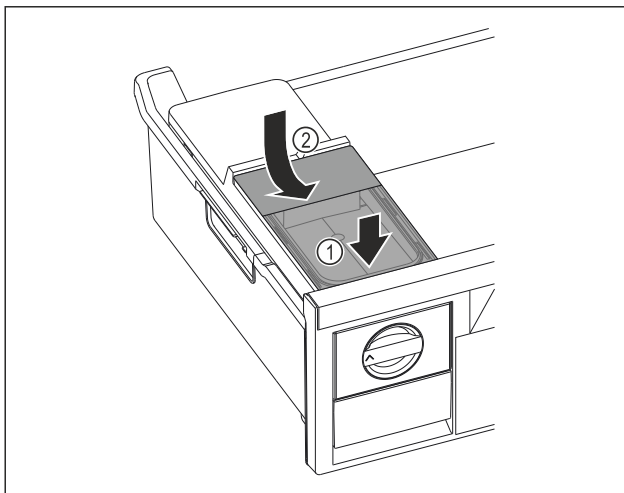

Fig. 82
- ▶ Помістити бак для води спереду. Fig. 82 (1)
- ▶ Опустити бак для води ззаду. Fig. 82 (2)